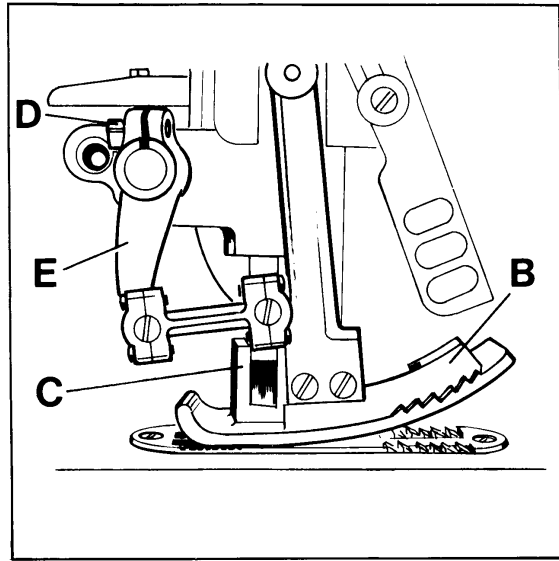

Fig. 18
Assemble the upper feed dog (B, Fig. 18) and the presser foot (C). The upper feed dog (B) should not push against the front or rear end when moving in the slots of presser foot (C).
Montieren Sie den Obertransporteur (B, Fig. 18) und den Drückerfuß (C). Der Obertransporteur (B) darf bei seiner Bewegung in den Schlitzen im Drückerfuß (C) weder vorne noch hinten anstoßen.
For setting the upper feed dog with respect to the slot ends in the presser foot and the tooth spaces of the lower feed dog, loosen screw (D, Fig. 18) and turn drive lever (E) accordingly to the front or rear. Retighten screw.
Zum Einstellen des Obertransporteurs im Bezug zu den Schlitzenden im Drückerfuß und zu den Zahnlücken des unteren Transporteurs, lösen Sie die Schraube (D, Fig. 18) und schwenken den Antriebshebel (E) entsprechend nach vorne oder hinten. Ziehen Sie Schraube wieder an.
Beim Rückweg muß der Obertransporteur so hoch abheben, daß kein Nähgut entgegen der Nährichtung gezogen wird. Die Bewegung muß so eingestellt sein, daß die hinteren vier Zähne des Obertransporteurs (B, Fig. 18) beim Abheben noch mit etwa 1/3 ihrer Höhe in den Drückerfußschlitzen sind.